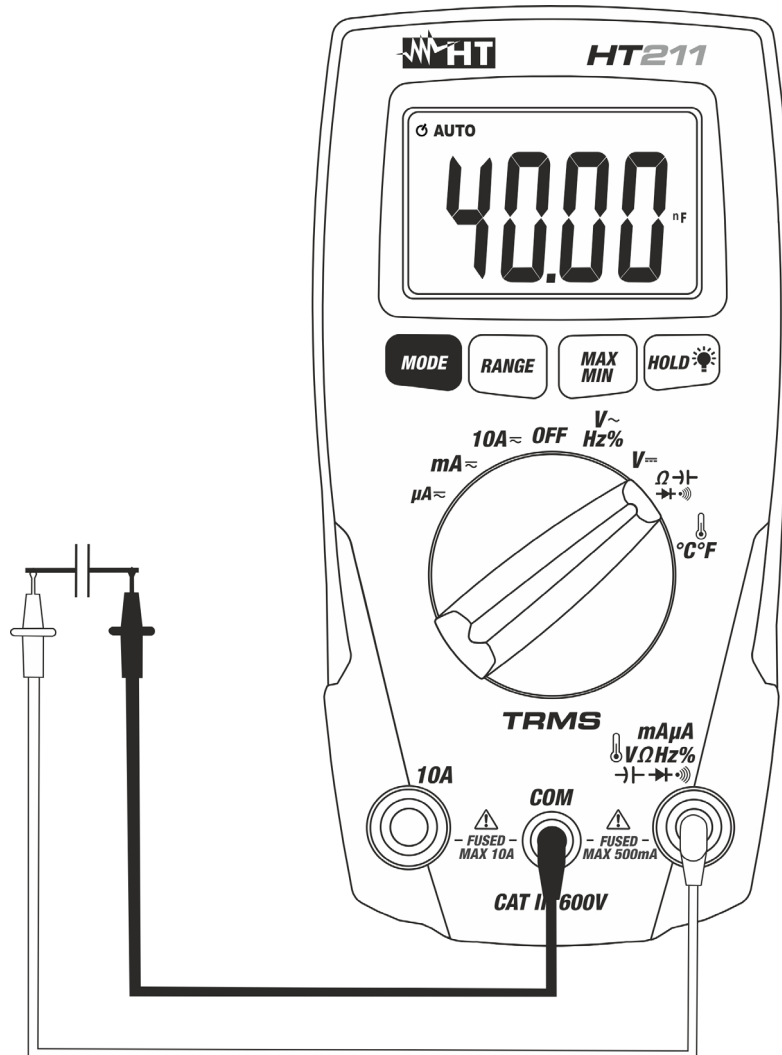

Abb. 7: Kapazitätsmessung
5. Verbinden Sie nun die rote und die schwarze Messleitung mit dem Kondensator wie oben gezeigt (siehe Abb. 7). Der Wert wird automatisch erkannt und auf dem Display angezeigt